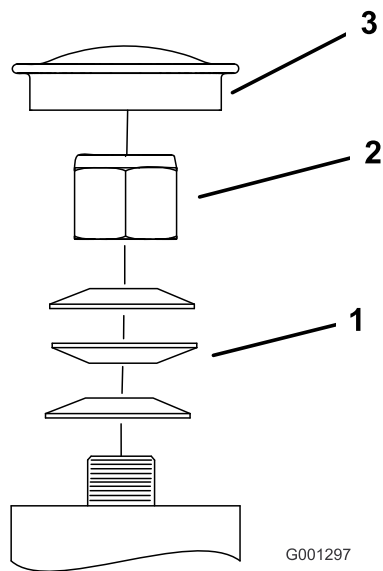

Figure 56
3. Retirez le capuchon antipoussière de la roue pivotante et serrez le contre-écrou (Figure 56).
4. Continuez de serrer le contre-écrou jusqu'à ce que les rondelles élastiques soient aplaties, puis desserrez-le d'un quart de tour pour obtenir la précharge correcte des roulements (Figure 56).
5. Reposez le couvre-moyeu (Figure 56).
Important: Veillez à placer les rondelles élastiques comme montré à la Figure 56.